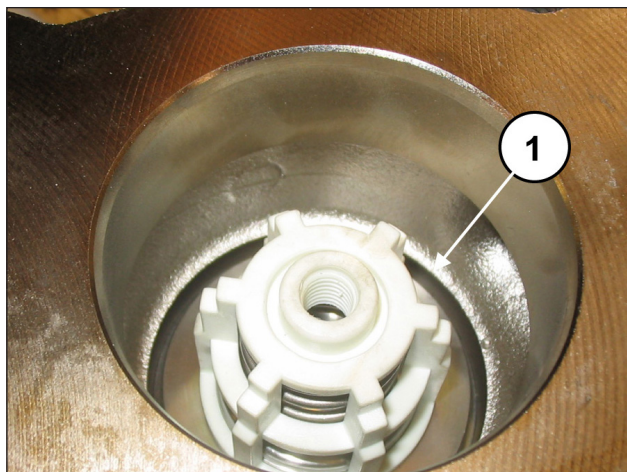

Fig. 119
Introducir el grupo de la válvula de envío a fondo como se muestra en pos. ①, Fig. 119.